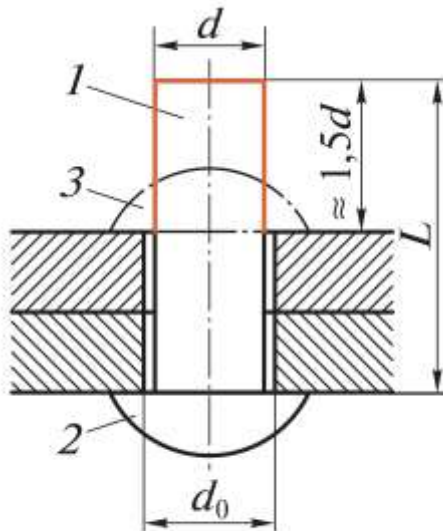

Рис. 28.1
**Клепаным** называется соединение деталей с применением заклепок — крепежных деталей из высокопластичного материала, состоящих чаще всего из стержня 1 и закладной головки 2; конец стержня расклепывается для образования замыкающей головки 3 (рис. 28.1).